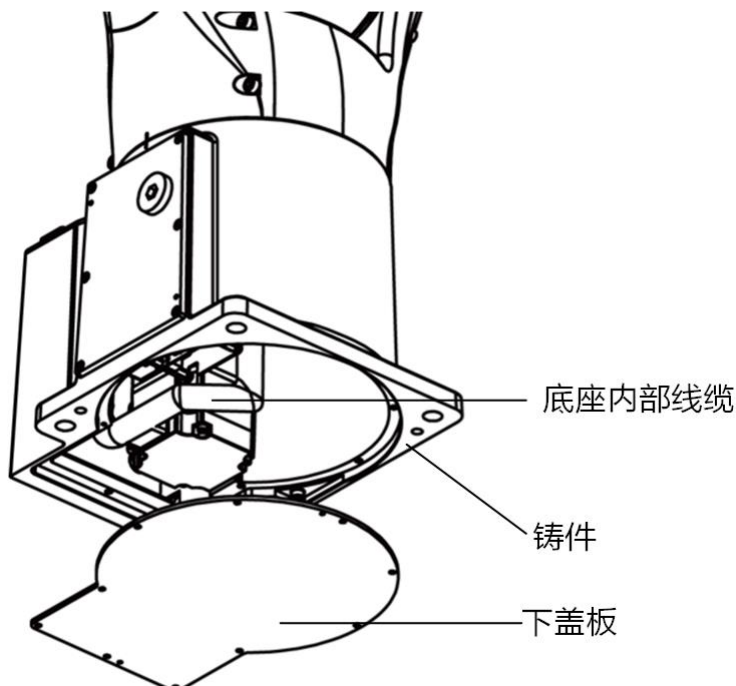

图 10-1 底座内部线缆
- 步骤1. 拆卸底座下盖板，如图 10-1 所示，抽出底座内部线缆。